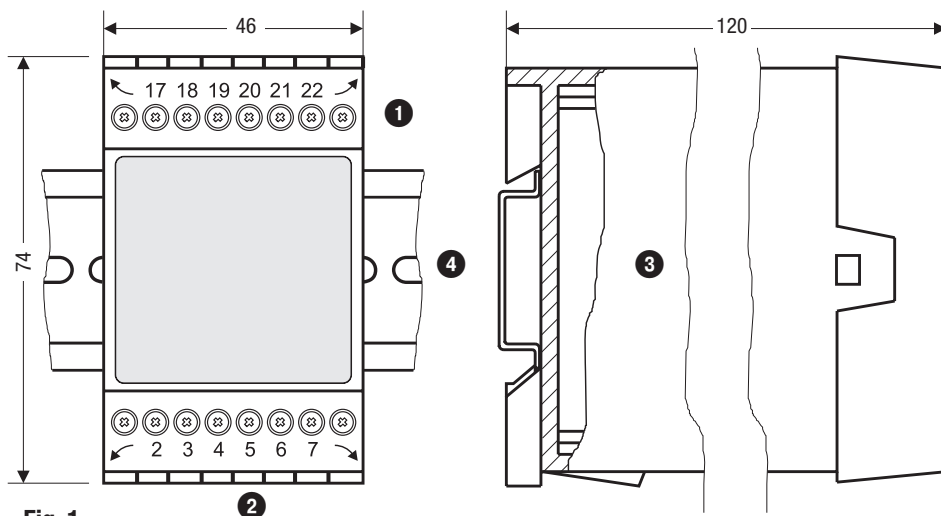

Fig. 1
Der Niveauschalter NRS 1-52 wird im Schaltschrank auf einer Tragschiene ④ Typ TH 35, EN 60715 aufgerastet. Fig. 1